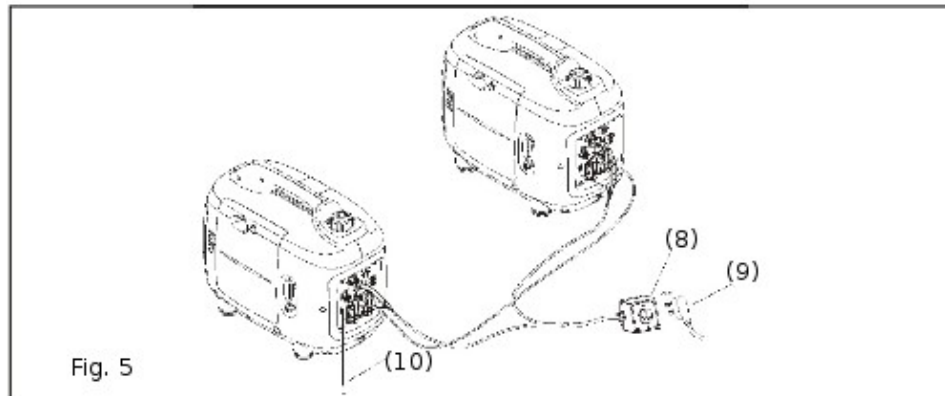

Fig. 5
5. Puneti in priza cablului paralel (8) aparatul electric (9), porniti aparatul electric. Fig. 5